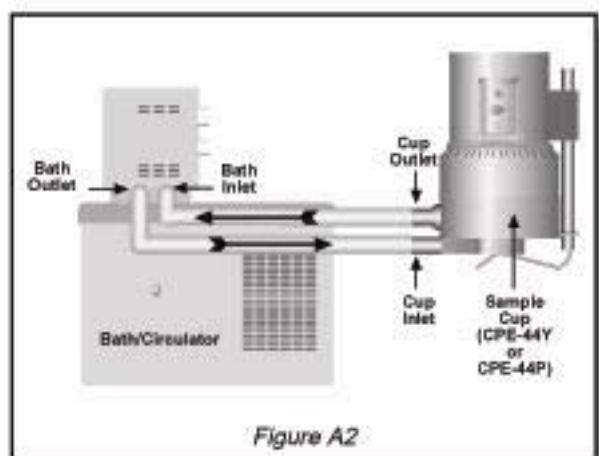

Figure A2
2. **La Figure A2** montre une installation avec bain marie à circulation. Raccorder les raccord d'entrée / sortie d'eau du plateau de mesure aux entrées / sorties du bain marie réglé à la température d'essai désirée. Attendre ensuite le temps suffisant pour que le bain atteigne la température d'essai.